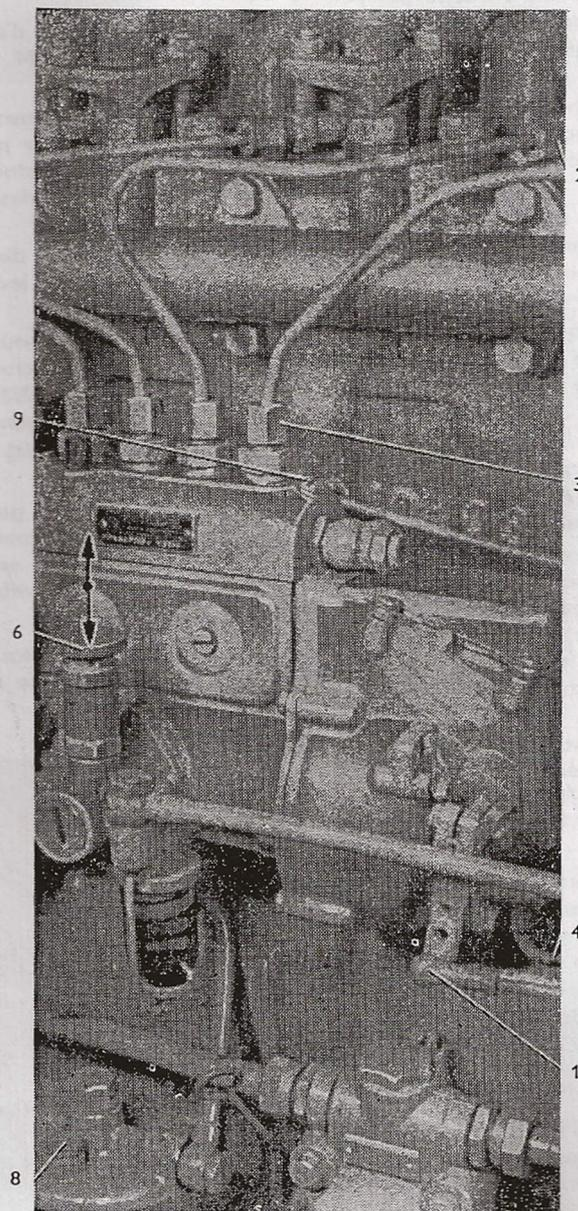

Fig. 33
7. Déconnecter la tringle de commande des gaz (fig. 33/1) en retirant de la rotule du levier de régulateur.
8. Dégager les écrous de raccord des soupapes d'injection (fig. 33/2) et dévisser les écrous de raccord de la pompe d'injection (fig. 33/3). Ecarter les tuyaux d'injection de la pompe.
9. Déconnecter le tube de retour (fig. 33/4) et la partie inférieure du régulateur.